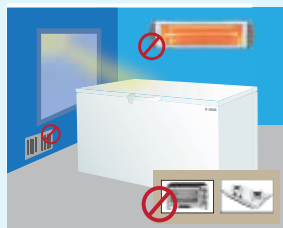

РИСУНОК 1
- Не устанавливайте морозильник в места, подверженные воздействию прямых солнечных лучей, а также вблизи таких источников тепла, как печь, caloriferные радиаторы, кухонная плита, излучатели тепла и инфракрасных лучей. В противном случае, такое положение может вызвать снижение производительности, стать причиной повреждения вашего морозильника или сделать его непригодным. (Рисунок 1)